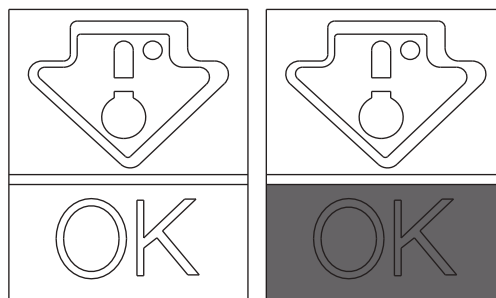

Fig. 5
• Per preservare il sapore, le proprietà nutritive e la freschezza degli alimenti, è consigliabile conservarli nel comparto frigorifero come mostrato in Fig. 5, avvolgendoli in fogli di alluminio o di plastica o collocandoli in adeguati contenitori chiusi per evitare la contaminazione reciproca.
Accertarsi che sia chiaramente visibile l'OK sull'indicatore della temperatura (Fig. 5).